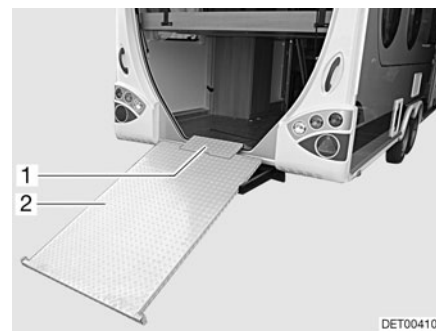

Fig. 7 Rampe mobile (sortie)
- Déposer la rampe mobile sur le sol (Fig. 7).
- Placer la bordure de protection (Fig. 7,1) dans les deux logements de la rampe mobile (Fig. 7,2).